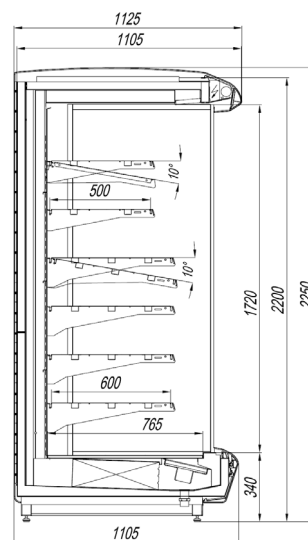

Рисунок 1. Витрина КВАРЦ
- «КВАРЦ» - пристенная среднетемпературная горка с шириной основания 1105мм (рисунок 1);